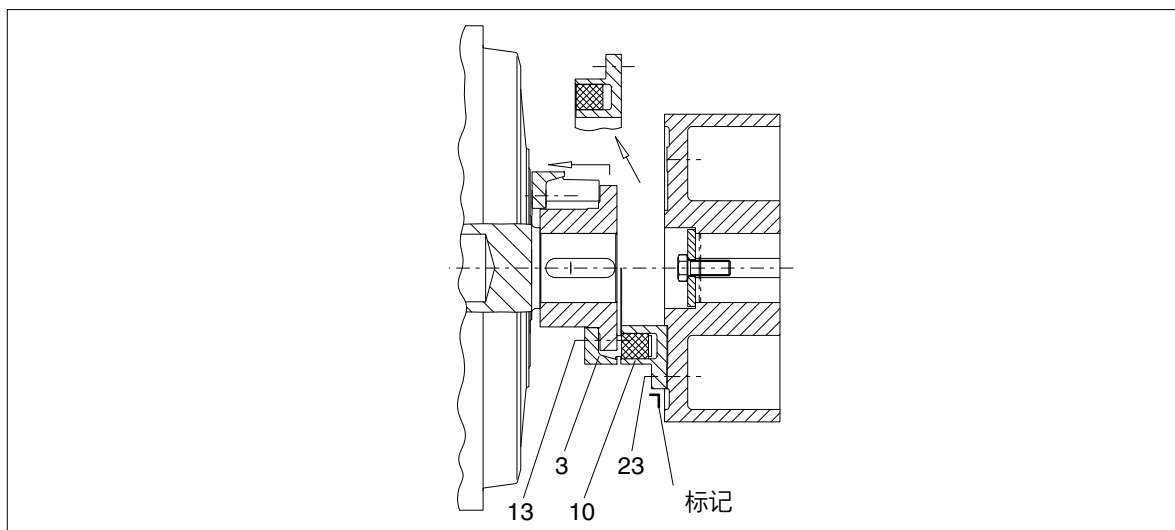

图 11: FLUDEX 联轴器的拆卸 -a
对于类型 FND、FNDB 和 FNDS，可以在不移动已连接的机械的情况下拆卸联轴器。对此在排放工作液后脱开部件 3，标识部件 10 的加装位置，然后松动螺旋连接 (23) 并径向拆卸部件 10 (参见图 11)。